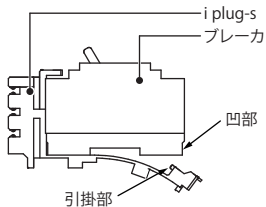

図2
- ② i plug-s をたわませて引掛部をブレーカの凹部に嵌めて取り付けください。(図 2)